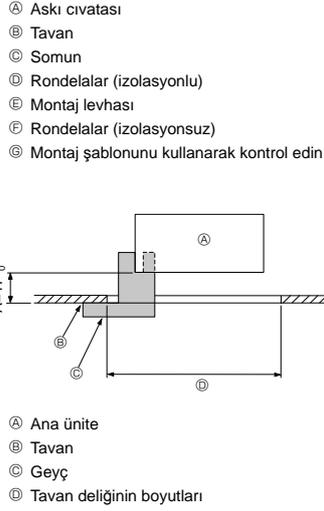

Fig. 2-6
- A işleminin 17-22 mm değerleri arasında gerçekleştirilmesine dikkat edin. Bu değerlerin dışına çıkılması teçhizatın hasar görmesine yol açabilir. (Fig. 2-6)